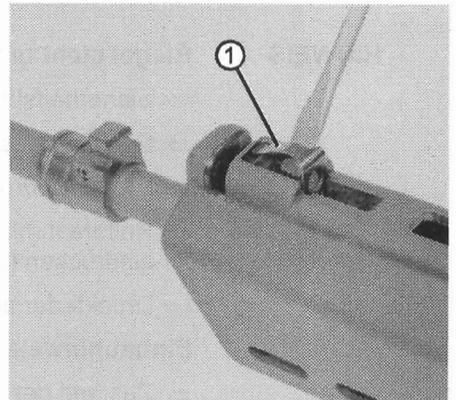

Bild 66 Blattfeder wechseln
- ⇒ Einbaulage der Blattfeder beachten (Bild 66).